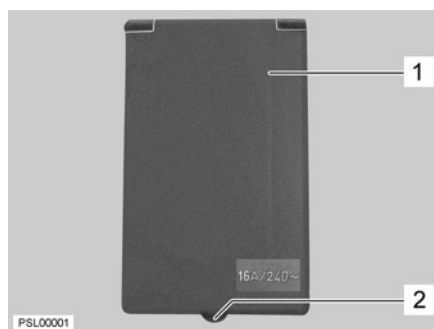

Fig. 34 Raccordement 230 V portillon extérieur
- Saisir le portillon extérieur (Fig. 34,1) par l'ergot (Fig. 34,2) et le faire basculer vers le haut.
- Faire basculer vers le bas le portillon extérieur (Fig. 34,1) et le fermer.